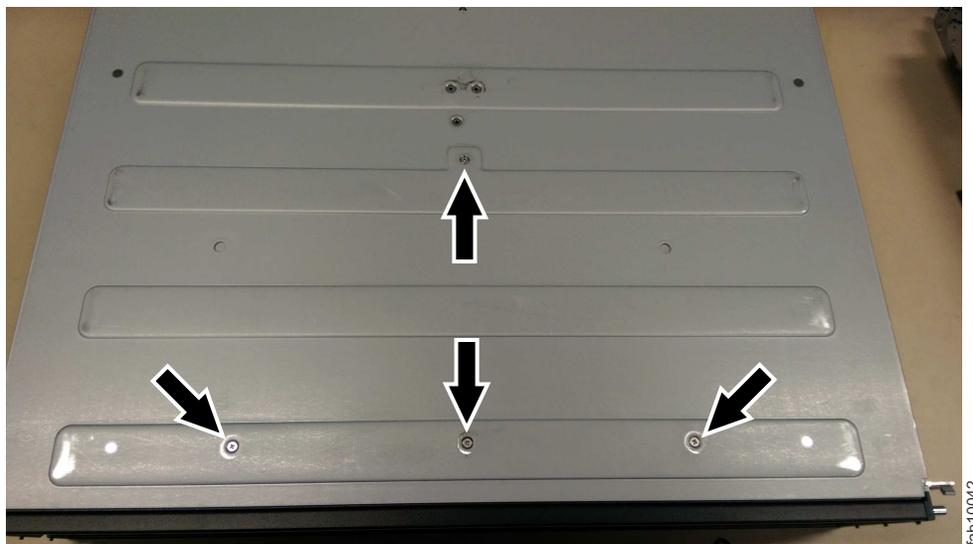

図 33. エンクロージャー底面のねじ
15. エンクロージャーの底面から 4 つのねじを取り外します。3 つのねじは前面付近に、1 つのねじは中央付近にあります。これらのねじに、取り外した場所を示すラベルを付けて、ねじをわきに置きます。198 ページの図 33 は、エンクロージャーの底面にあるねじの位置を示しています。